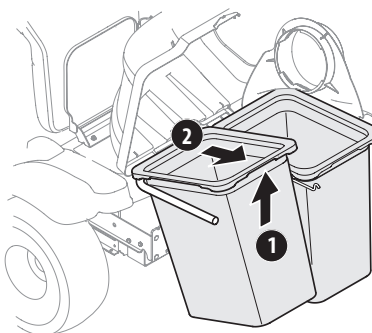

Figura 26
3. Retire las bolsas de césped, levantándolas (1) en la Figura 26, y separándolas del conjunto de soporte de las bolsas (2).